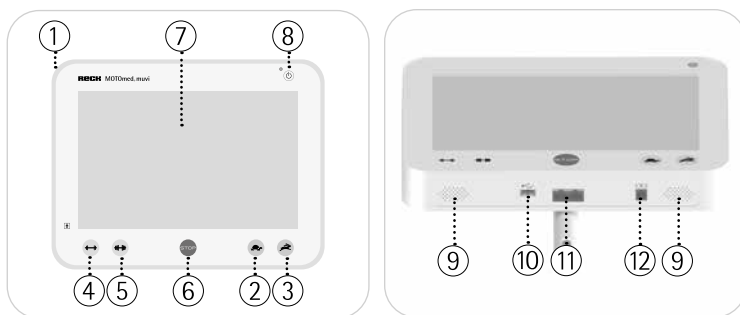

Fig. 5.1, 5.2
Vide Fig. 5.1 Pressione o botão 'Ligar/Desligar' (8) e ligue o seu MOTOMed. Aparece a tela inicial.
Vide Fig. 5.1 No modo de treinamento, o número de rotações pode ser alterado entre 1–6 rpm premindo os botões ②/③.
Vide Fig. 5.1 No modo de treinamento, a resistência pode ser alterada entre 0–20 premindo os botões ④/⑤.
Vide Fig. 5.1 O treinamento pode ser interrompido a qualquer momento com o botão de parada Stop vermelho ⑥.